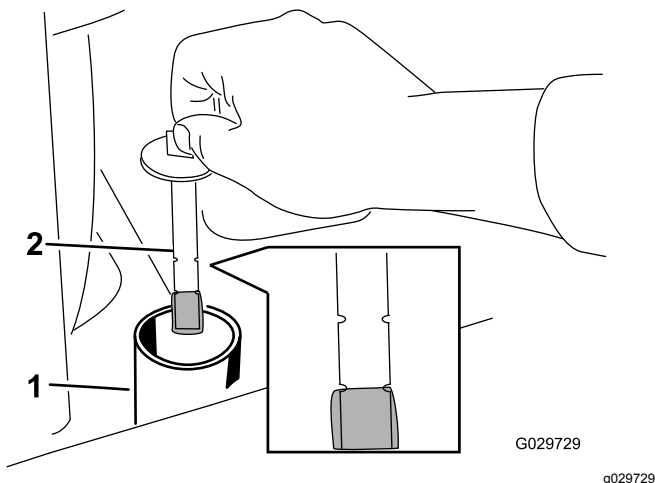

Рисунок 67
- Снимите крышку гидравлического бака и извлеките масломерный щуп (Рисунок 67).